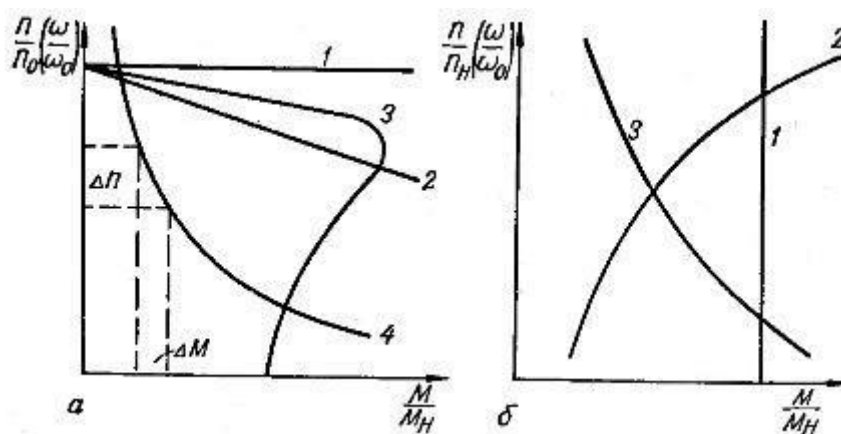

Рисунок 3 - Различные виды механических характеристик:
1. **Абсолютно жесткие характеристики** с величиной жесткости $\alpha = \infty$. Такие механические характеристики (кривая 1, рис. 3, а) со строго постоянной скоростью вращения имеют синхронные двигатели.
1. Статический момент мало зависит или практически не зависит от скорости (кривая 1, рис. 3, б). Такие характеристики имеют подъемные механизмы, краны, лебедки, тельферы, а также ленточные транспортеры при постоянной нагрузке.